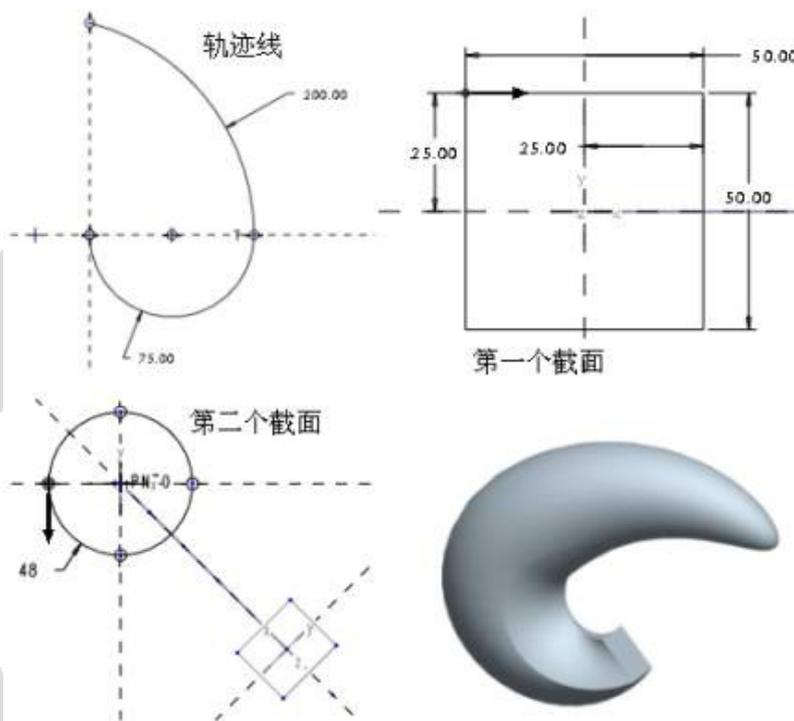

图 9-7 练习 9-5 操作示意图
【练习 9-5】： 使用【扫描混合】命令建立如图 9-7 所示的零件模型。
- (1) 单击菜单【插入】→【扫描混合】→【伸出项】命令，打开【混合选项】菜单。
- (2) 依次单击【草绘截面】、【垂直于原始轨迹】、【完成】命令，以绘制剖面且所绘剖面垂直于原始轨迹线。
- (3) 选择图 9-7 中所示的曲线为轨迹线。
- (4) 确定轨迹线上放置剖面的点，选择在添加的基准点放置一个剖面。
- (5) 按图 9-7 所示绘制两个剖面（注意：使用  命令，将第二个剖面分割成 4 段），第一个剖面不旋转，第二个剖面绕 Z 轴旋转“45°”。
- (6) 第三个剖面绕 Z 轴旋转“90°”，该剖面绘制为一个【光滑】点。